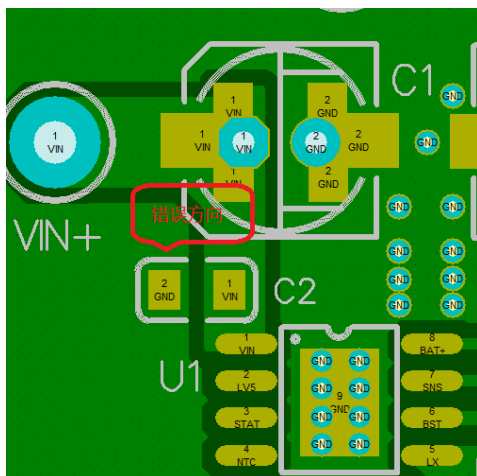

图 2(C2 电容错误方向)
- 2、输入小容量贴片电容 C2 尽量靠近芯片第一脚和底盘，注意 C2 的放置方向，尽量放置在输入大电流回路，如下图 2,3 所示：